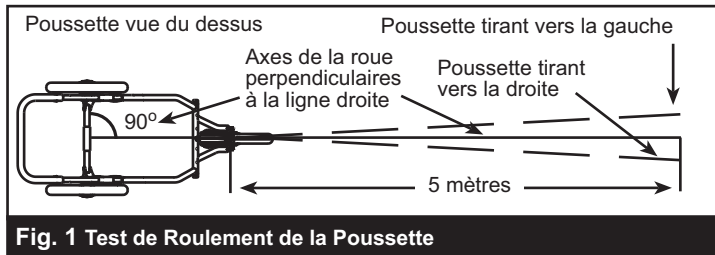

Fig. 1 Test de Roulement de la Poussette
- 4) Testez votre poussette en la faisant rouler tel que cela est décrit ci-dessous. Nous vous recommandons d'être à deux afin d'effectuer ce test, pour que la deuxième personne puisse attraper et vous renvoyer la poussette. La figure 1 illustre la démarche à suivre pour effectuer ce test de bonne trajectoire de la roue avant.
- d. Si la poussette tire de façon constante vers la gauche ou vers la droite alors qu'elle est poussée droite, passez aux étapes ci-dessous, ceci jusqu'à ce que l'alignement soit satisfaisant. La figure 1 illustre la manière d'interpréter les résultats.